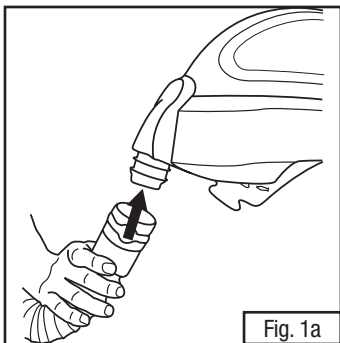

Fig. 1a
- Conecte los tubos de respiración aprobados presionando el extremo QRS (Gancho de liberación rápida) del tubo de respiración (es decir, el extremo con la pinza de oclusión azul) en la entrada de aire del casco (Fig. 1a). El tubo de respiración debe hacer un “clic” cuando lo fije. Tire de la conexión para comprobar que el tubo de respiración esté asegurado al casco. Si no está conectado de manera firme, desconéctelo y vuelva a conectarlo.